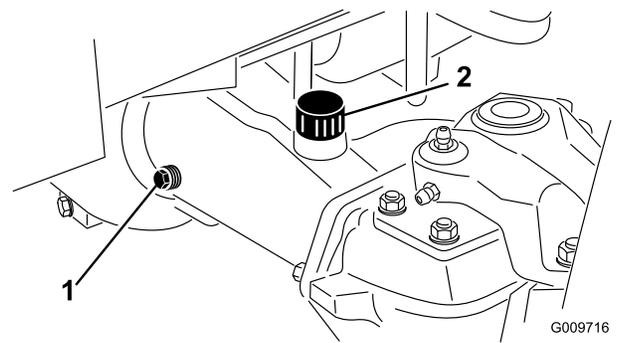

Figura 66
2. Retire un tapón de verificación (Figura 66) de un extremo del eje y asegúrese de que el lubricante llega al borde inferior del orificio. Si el nivel es bajo, retire el tapón de llenado (Figura 66) y añada suficiente lubricante para que el nivel llegue al borde inferior de los orificios de los tapones de verificación.